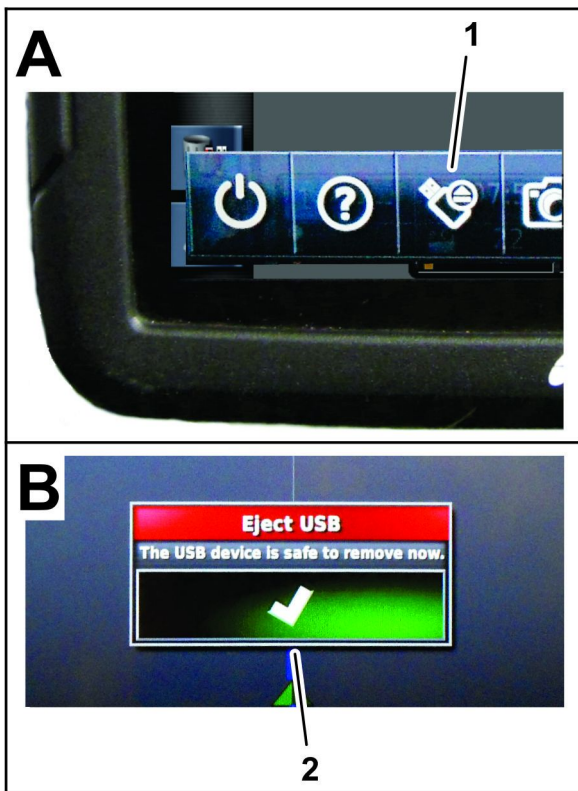

Bild 90
8. Wischen Sie auf dem Bildschirm, um auf die schwebende Menüleiste zuzugreifen (Bild 90).
9. Tippen Sie auf das Symbol für den USB-Auswurf (Bild 90).
10. Tippen Sie im Dialogfeld „Eject USB“ auf das Bestätigen-Symbol und nehmen Sie das USB-Speichergerät aus dem Monitor heraus (Bild 90).